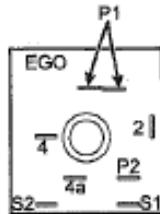

FIGURE 2
5. See Figure 2 for location of terminals on the new switch. Connect wires to the new switch as follows:
- La figure 2 indique la position de chaque broche sur le nouveau rhéostat. Brancher les conducteurs sur le nouveau rhéostat comme suit :